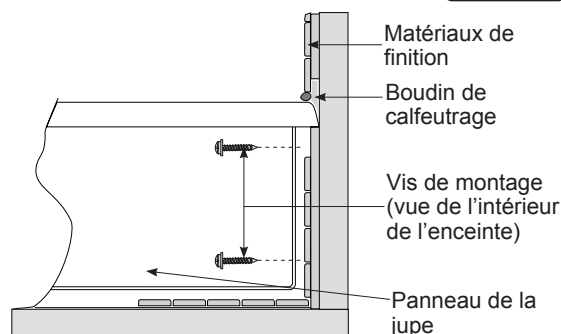

Fig. 18
- Vissez les brides de jupe dans les poteaux muraux (Figure 18).